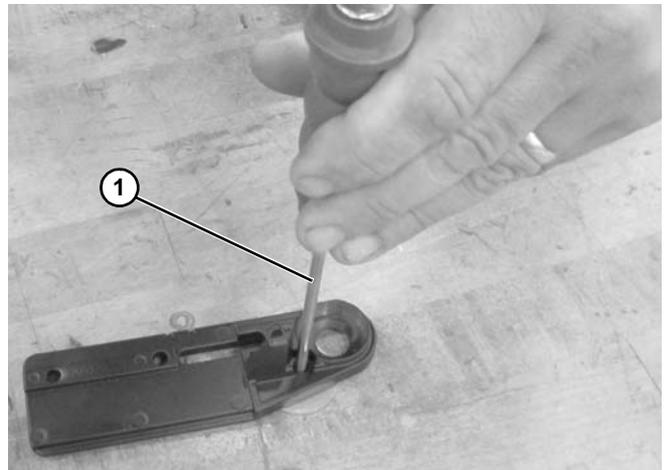

Figure 71
4. Répéter la même opération (**Figure 72, élément 1**) pour aligner le trou de la vis à l'aide d'un poinçon de 3 mm à 5 mm (**Figure 71, élément 1**) or d'un boulon M5 ou M6.